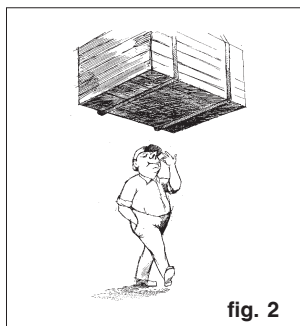

fig. 2
- Permanecer debajo de una carga levantada está prohibido (fig. 2).